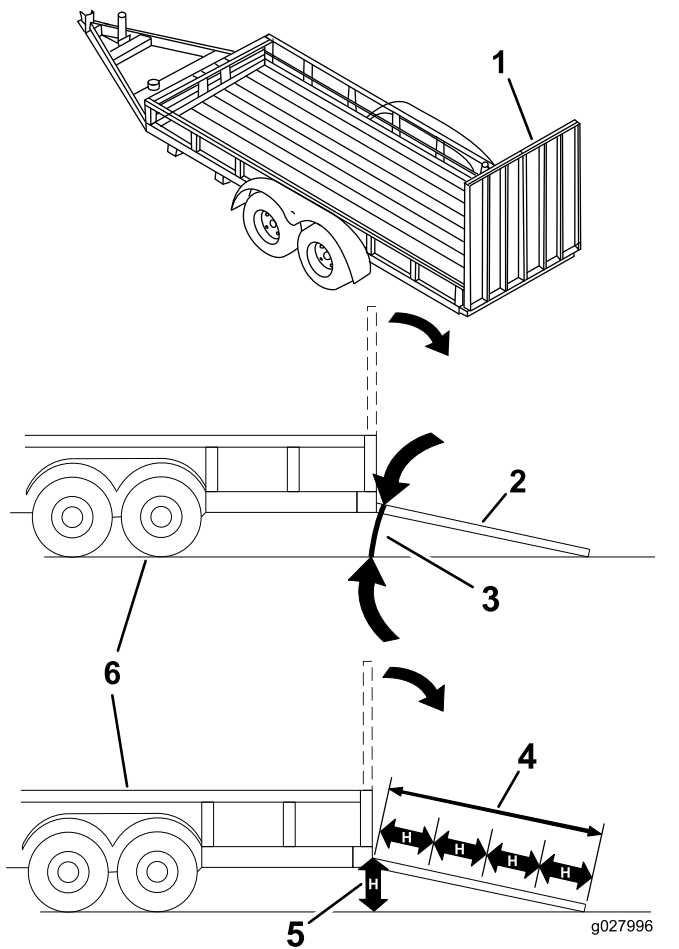

図 29
マシンをトレーラなどに搭載する作業は、機体を転倒させる危険をはらんでおり、万一そのような事故が起こると死亡事故など重大な人身事故となる **図 29**。
3. 歩み板を降ろす板と地面との角度が15°以下となるにすること 図 29。